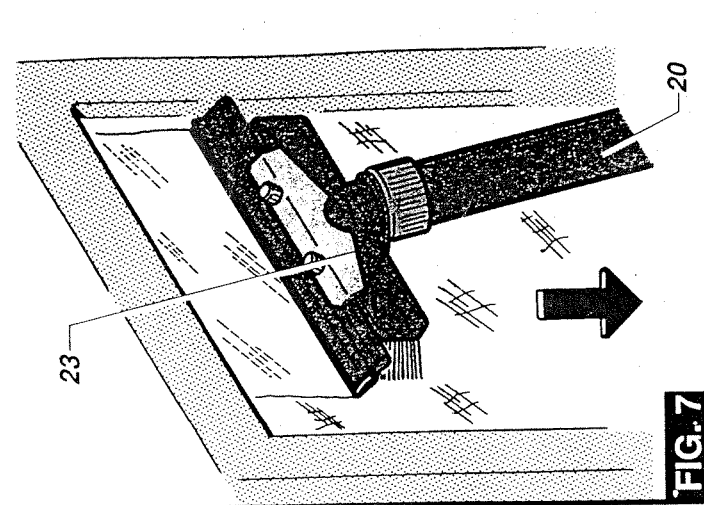

FIG. 7
a) Brosse Essuie-Vitres (fig.7)
Avant tout, il est souhaitable de dégraisser vos vitres afin d'éliminer les graisses accumulées par les produits d'entretien. Pour cela il faut envelopper votre brosse avec une serviette en coton et la faire glisser de haut en bas sans oublier les angles (fig. 7). Ce dégraissage étant terminé il vous suffira par la suite de passer exclusivement la raclette spéciale vitre en minimisant au maximum le débit vapeur et en inclinant légèrement celle-ci vers le sens d'avancement afin d'éviter les traînées d'eau.